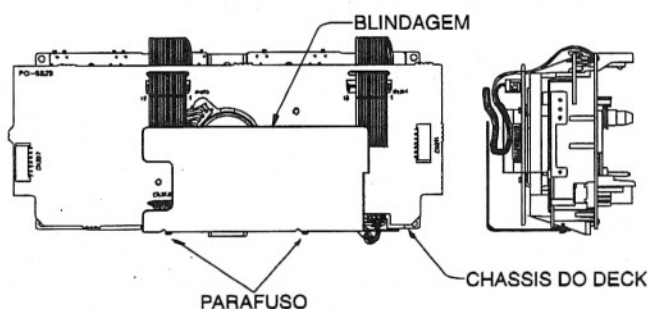

Fig. 10
- Retire os 2 parafusos de fixação da blindagem (fig. 10).
**Obs:** Ao remontar a blindagem no mecanismo, observe bem o modo como é passada a fiação (fig. 10).